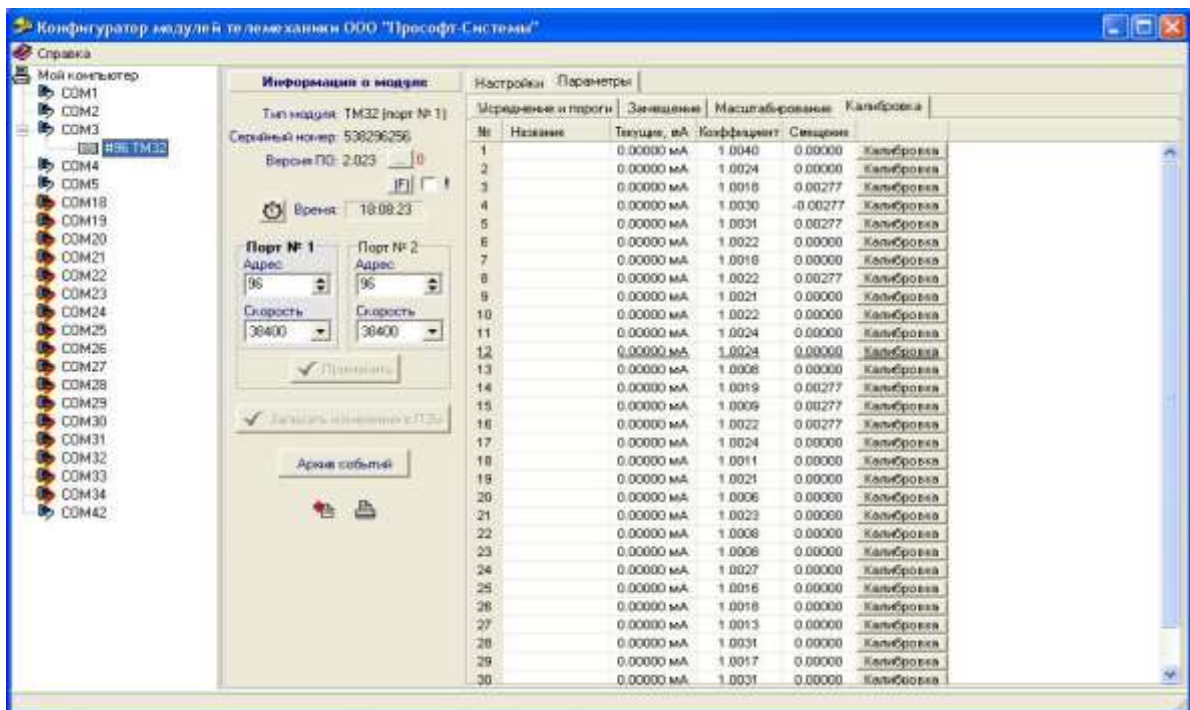
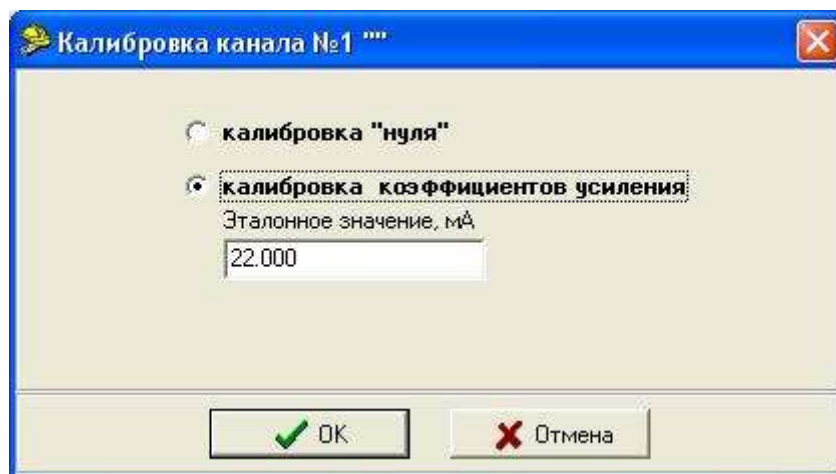

Рисунок 1.3.11. Окно параметров калибровки (при запуске с ключом доступа).
Рисунок 1.3.15. Окно выбора контрольных точек (калибровка точки «2»).
В конфигураторе на закладке «Калибровка» (Рисунок 1.3.11) нажать кнопку «Калибровка» у необходимо канала.
В конфигураторе на закладке «Калибровка» после нажатия кнопки «Калибровка» (Рисунок 1.3.11) необходимо канала в выпадающем окне выбрать «Калибровка коэффициентов усиления» (Рисунок 1.3.15), ввести значение эталонного тока и нажать «Ок».
1.3.5.18 Накопленные за время работы прибора события можно просмотреть в архиве. Для просмотра архива событий необходимо щелкнуть по кнопке «Архив» (Рисунок 1.3.11).